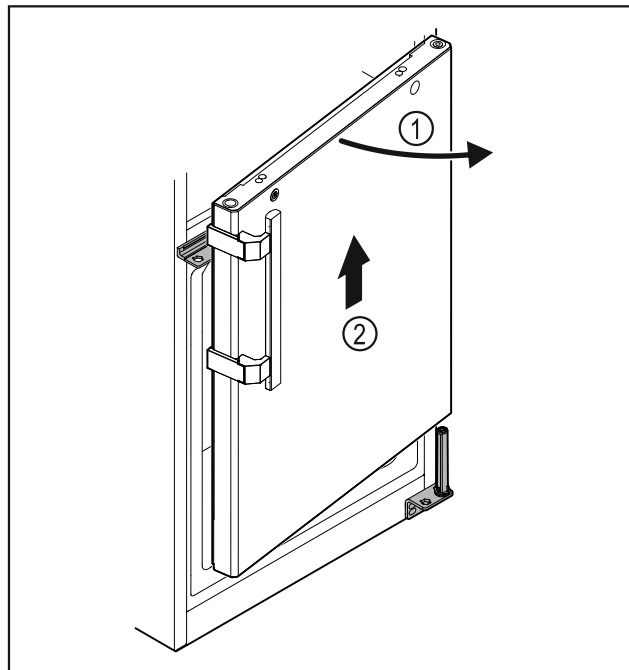

Fig. 27
- ▶ Отворете леко вратата Fig. 27 (1), повдигнете приблизително 200 mm право нагоре и я свалете Fig. 27 (2).